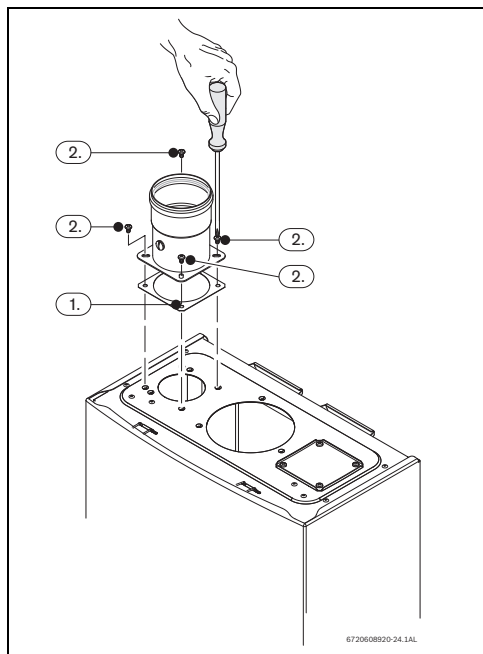

Fig. 29
- Colocar o vedante entre o aparelho e o acessório, ver Fig. 29, pos. 1.
- Apertar os 4 parafusos do acessório de admissão de ar, ver Fig. 29, pos. 2.